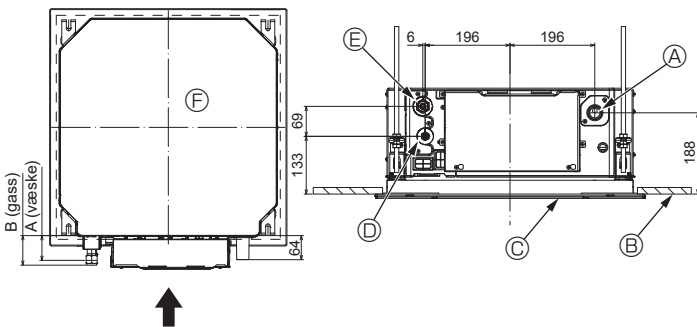

Fig. 5-7
5.4. Kjølemiddel og dreneringsrørsteder (Fig. 5-7)